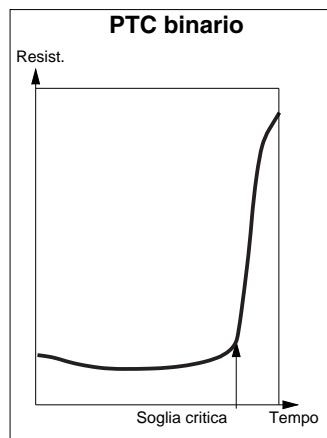

Fig.2
**2. Per la protezione** contro le sovratemperature si utilizzano delle termosonde, le quali si prestano particolarmente bene a proteggere i motori che hanno una frequenza di manovra molto elevata, infatti i relè termici non sono adatti per frequenze di manovra superiore a 15 cicli di avviamento ora. Il termistore più utilizzato è quello a coefficiente positivo di tipo binario PTC, il quale al raggiungimento della temperatura critica la resistenza aumenta repentinamente provocando l'immediato intervento dei dispositivi a cui la PTC è collegata (Fig.2).